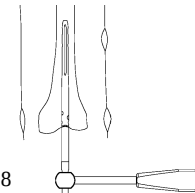

図 8
- 必要に応じて抜去アダプタにスロットハンマーを組み付け, ネイルを抜去します。 (図 8)